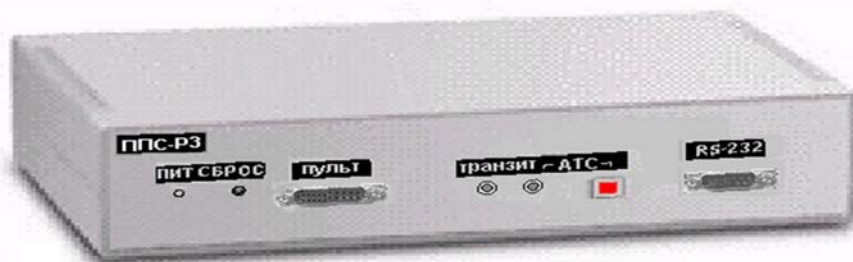

Рисунок 3.1 – Внешний вид *контроллера*
3.1.1 *Контроллер* (рисунок 3.1) предназначен для установки и работы в составе аппаратуры на оконечных и промежуточных пунктах связи и выполняет следующие функции:
4.1.2 На передней панели *контроллера* (рисунок 3.1) расположены кнопка и индикатор подключения к абонентской линии АТС, индикатор ТРАНЗИТ, который включается при подключении радиосвязи на канал ТЧ, индикатор ПИТ - включается при наличии вторичного электропитания, имеются кнопка СБРОС, соединитель RS-232 для подключения к ПЭВМ и соединитель ПУЛЬТ для подключения пульта ППР.